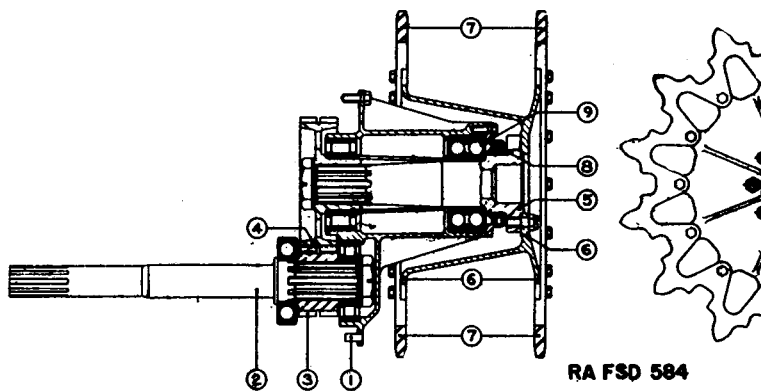

Рис. 59. Главный привод и ведущее зубчатое колесо.
85. Описание (рис. 59).
91. Ведущие зубчатые колеса (рис. 59).